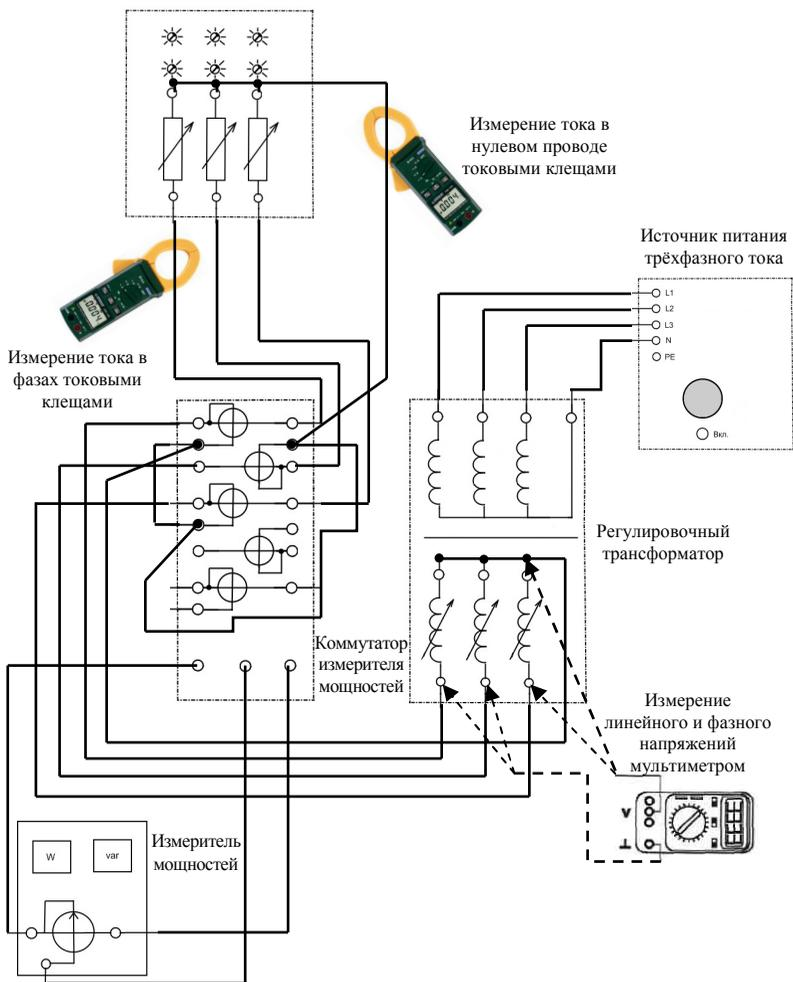

Рис. 4.1. Электрическая схема соединений активной нагрузки по схеме «звезда»
2. Соберите электрическую схему соединений согласно рис. 4.1.
4. Соедините активную нагрузку по схеме «звезда» (рис. 4.1). Регулировочные рукоятки активной нагрузки установите в одинаковое положение 20 Вт (симметричная нагрузка). Измерьте значения линейных и фазных напряжений, токов в фазах и нулевом проводе. Показания приборов запишите в табл. 4.1.